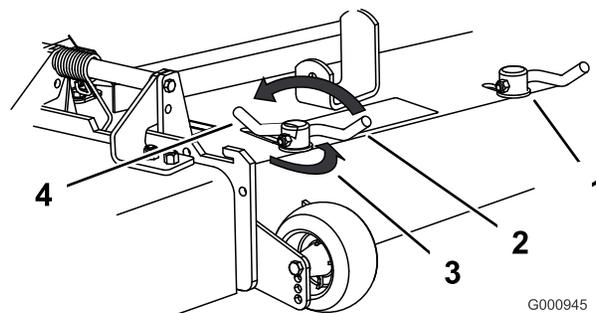

Figura 23
- Para ajustar os bloqueios do excêntrico, rode a alavanca para cima para soltar o bloqueio do excêntrico (Figura 23).
- Rode novamente a alavanca para apertar o abafador e os bloqueios do excêntrico (Figura 23).